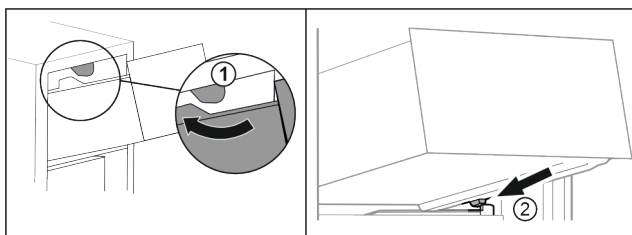

Fig. 65
- Lade om de bovenste stoppers leiden. Fig. 65 (1)
- Lade schuin achter de onderste stoppers op containerrib plaatsen. Fig. 65 (2)